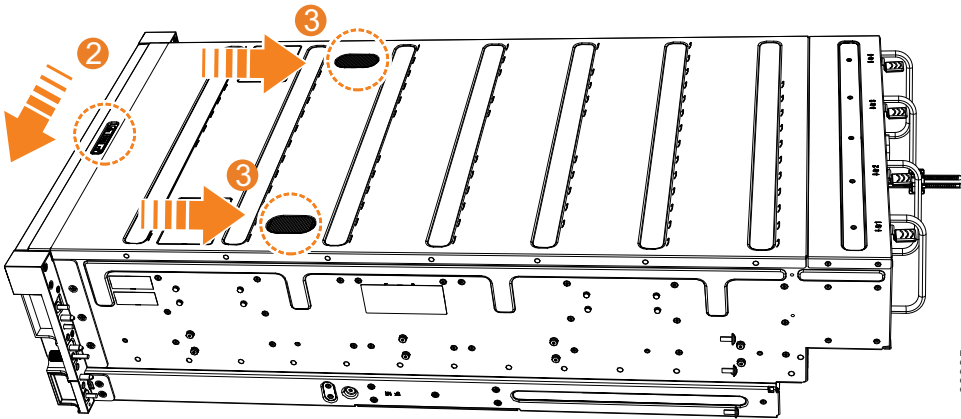

Figura 79. Sustitución de la cubierta superior de 2145-92F
2. Empuje la palanca de liberación de la cubierta hacia el lado (**2**) como se muestra en la Figura 79 en la página 83.
3. Deslice la cubierta hacia la parte posterior del alojamiento (**3**) hasta que se detenga, como se muestra en la Figura 79 en la página 83.